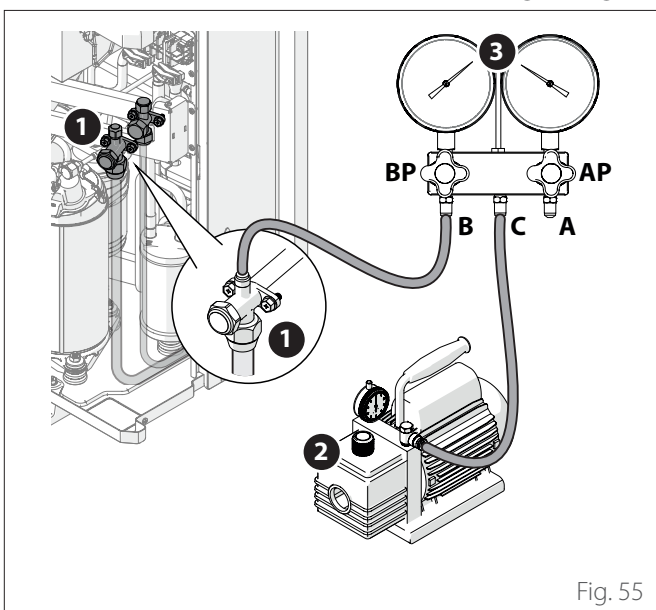

Fig. 55
- Conectar los tubos como se indica en la figura "Fig. 55".
- Abrir apenas durante unos segundos la válvula de paso (1) y volver a cerrarla ("Fig. 55").